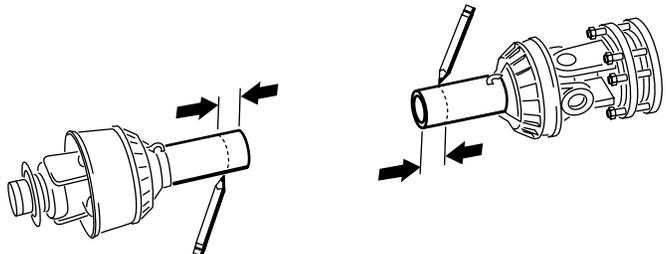
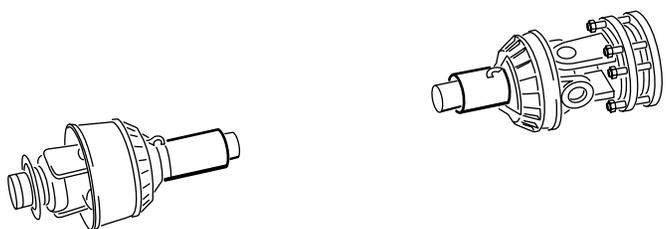

Рисунок 20
Рисунок 21
14. Используя расстояния, определенные при выполнении пункта 11, измерьте, разметьте и обрежьте только защитные кожухи, чтобы открыть трубы (Рисунок 20 и Рисунок 21).